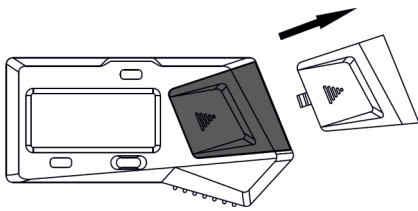

Abb. 1
- » Entfernen Sie die Batteriestabilisierung (Abb. 1).